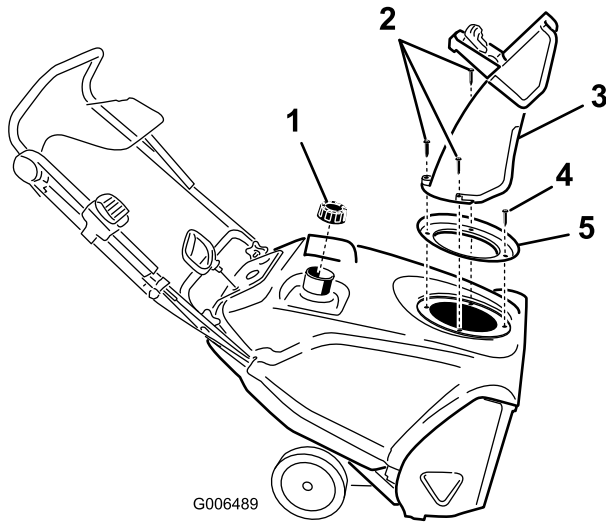

Figure 34
3. Enlevez les 3 grandes et la petite vis pour pouvoir déposer l'éjecteur, la poignée de l'éjecteur et le joint de l'éjecteur (Figure 34).